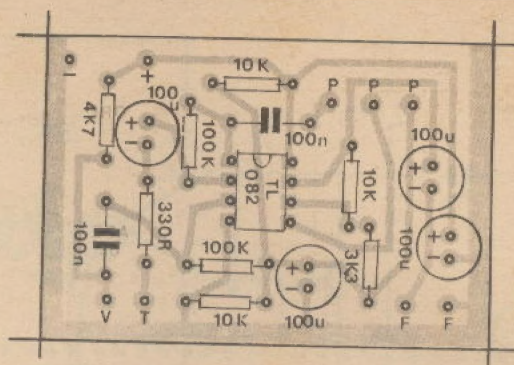

Fig. 3
- FIG. 3 - CHAPEADO DA MONTAGEM - Placa vista pela face *não cobreada*, todos os principais componentes devidamente posicionados... O *chapeado* - como sabem os leitores/hobbystas *juramentados*, é o verdadeiro *gabarito* visual da montagem, que serve como prático *guia* para o realizador, evitando erros, inversões, etc. Lembrar que o integrado e os capacitores eletrolíticos têm posição única e certa (não podem ser ligados à placa/circuito *invertidos*...) devido às suas condições de *polarizados*... Observar, então, que o TL082 fica com sua extremidade marcada voltada para o capacitor de 100n próximo, enquanto que todos os eletrolíticos devem ter seus terminais *positivos* orientados para *cima*, virados para a borda da plaquinha onde se situam as ilhas periféricas **P-P-P**... Cuidado para não trocar de lugar qualquer dos resistores... Para tanto, basta *ler* corretamente seus valores, através do respectivo código de cores (quem *esqueceu* ou ainda *não decorou*, deve recorrer ao *inefável TABELÃO APE*...). Verificar tudo ao final, obtendo também a certeza de que todas as conexões soldadas (pelo outro lado da placa...) encontram-se em boas condições, só então *amputando* as sobras de terminais e *pernas* de componentes...